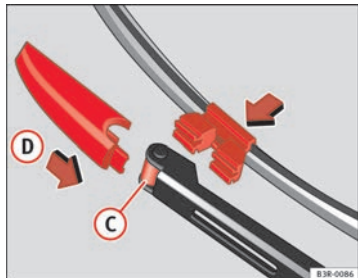

Fig. 182 Colocar la escobilla
- Coloque la escobilla nueva en el alojamiento del brazo del limpiaparabrisas ⇒ fig. 182 (C).
- Desplace el elemento de bloqueo de la escobilla en la dirección de la flecha (D) hasta que se perciba que encastra en el brazo del limpiaparabrisas.